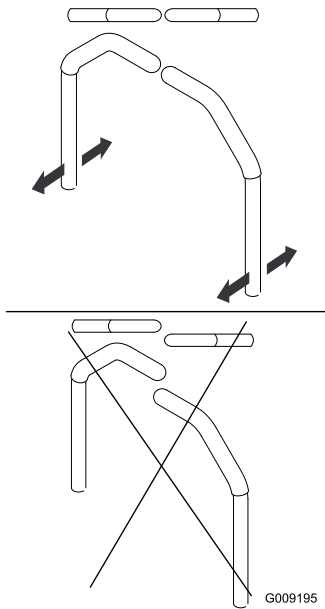

Figure 63
- Réglez l'alignement avant/arrière des leviers en les plaçant tous deux à la position POINT MORT, puis faites-les coulisser jusqu'à ce qu'ils soient alignés, et serrez les boulons (**Figure 63**).